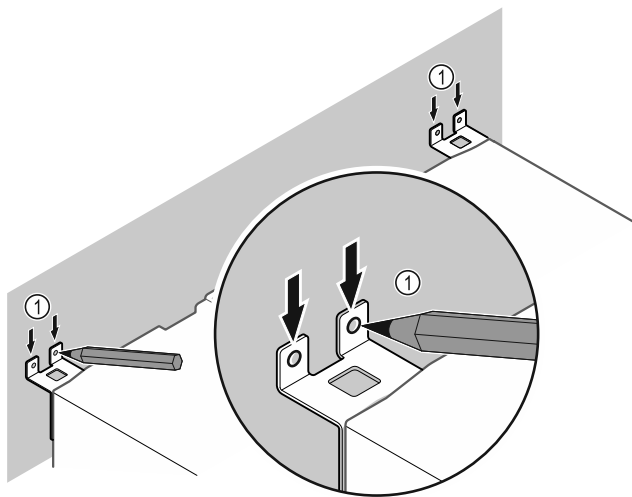

Fig. 9
- ▶ Vendosni shenjat në mur Fig. 9 (1).